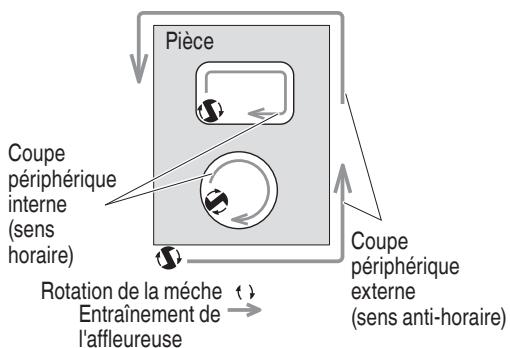

Fig. 30
- (2) Le couteau tourne dans le sens des aiguilles d'une montre (direction de la flèche sur la base). Pour obtenir le maximum d'efficacité au découpage, alimenter la affleureuse en se conformant aux directions d'alimentation montrées dans la Fig. 30.